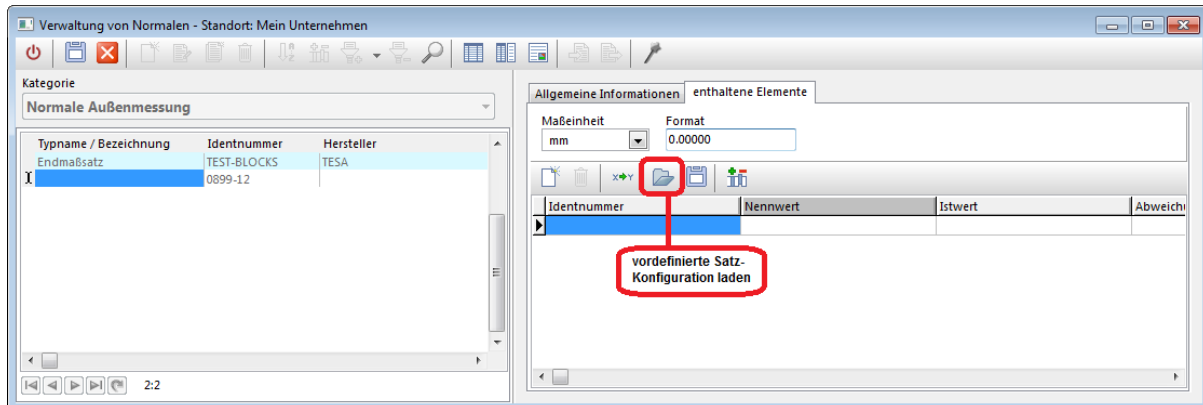

Abb. 7.2.4: Laden einer vordefinierten Satz-Konfiguration.
- Wechseln Sie auf die Registerseite *enthaltene Elemente*, um die einzelnen Endmaße des Satzes zu definieren. Über die Schaltfläche **Satz laden** können Sie dort die Satzkonfigurationen für verschiedene Hersteller laden [Abb. 7.2.4]. Damit können Sie sich in den meisten Fällen das Eintippen der einzelnen Maße ersparen. Achten Sie bitte auf die korrekte Auswahl von Maßeinheit und Format. Über **Format** legen Sie die Anzahl der Nachkommastellen der eingetragenen Werte fest.